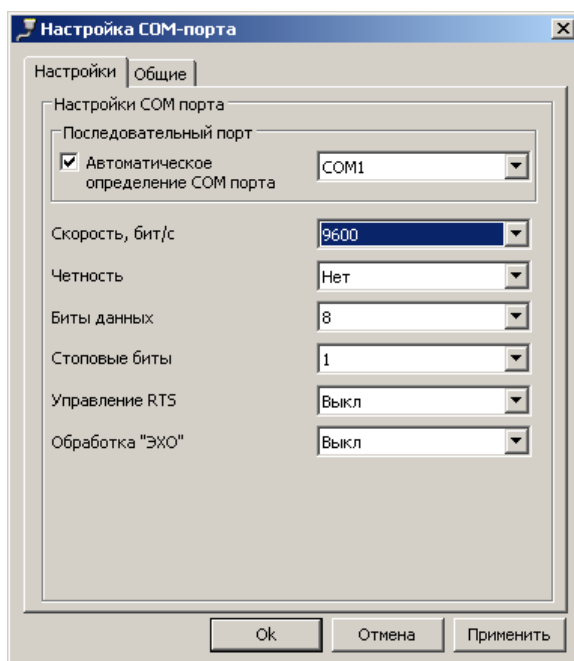

Рисунок 24 – Окно редактирования настроек канала связи «EIA-485»
5.2.7 Нажать на панели инструментов кнопку «Протокол» (или через меню «Справочник → Протокол обмена»). В результате откроется окно «Справочник» (см. Рисунок 24).